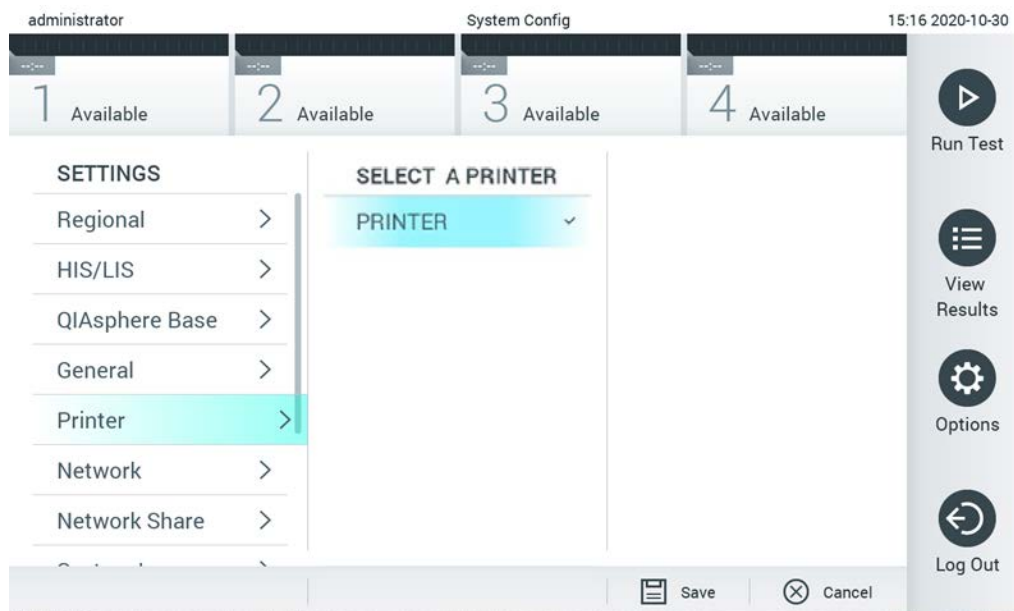

Figura 67. Selezione di una stampante di sistema.
3. Selezionare una stampante dall'elenco delle stampanti disponibili (Figura 67).